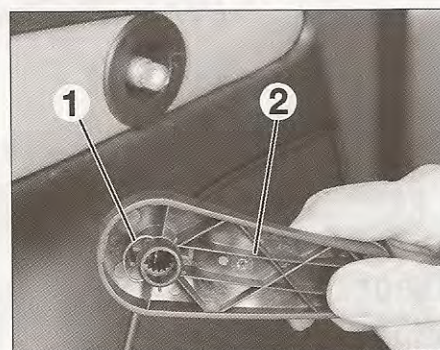

FIG. 47
- Retirar el anillo de seguridad (1) de sujeción de la manivela (2) con unos alicates delgados (fig. 47).
- Desmontar la manivela (2).